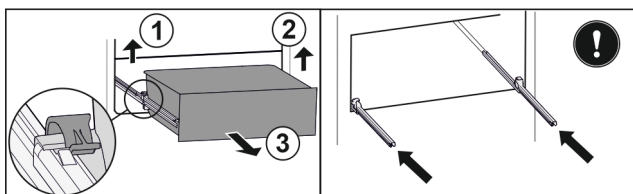

Fig. 104
- ▶ Zvedněte levou svorku a současně vytáhněte zásuvku vlevo dopředu. Fig. 104 (1)
- ▶ Zvedněte pravou svorku a současně vytáhněte zásuvku vpravo dopředu. Fig. 104 (2)
- ▶ Vyjměte zásuvku dopředu. Fig. 104 (3)